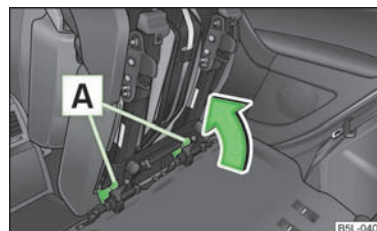

Fig. 52
- Bloquear el asiento al final de la guía presionando los bloqueos del asiento **A** en el sentido de la flecha » fig. 52.
- Si el asiento está desmontado, ponerlo primero sobre la guía y bloquearlo » fig. 52. Asegurarse de que el asiento está correctamente bloqueado tirando de él.